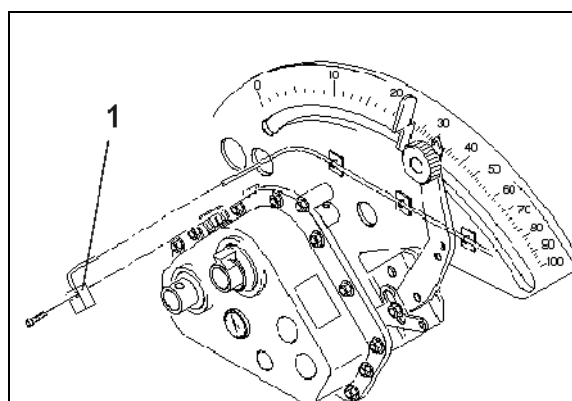

Fig. 8
1. Skru sensoren (Fig. 8/1) fast på vario-gearet.